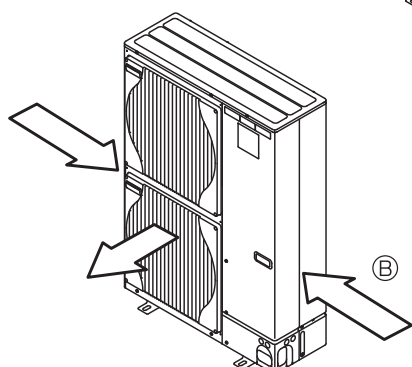

Fig. 3-4
- ③ Placer l'appareil de sorte que la sortie d'air souffle dans la direction perpendiculaire à celle des vents saisonniers, si celle-ci est connue. (Fig. 3-4)